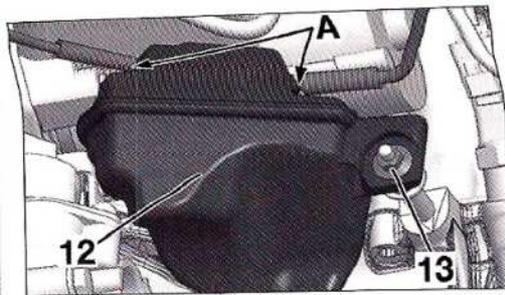

FIG. 9
- Desconectar y separar las tuberías del circuito de depresión en (A) (Fig.9).